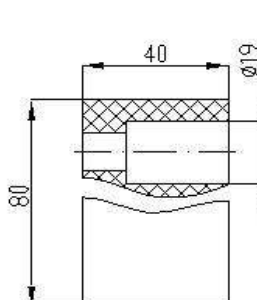

Рис.4 Габаритные размеры исп. 100, 102, 104, 105, 200, 202, 204, 205, 250, 251
4.4. К несущей поверхности блока извещателя крепятся шурупами (болтами), пропущенными через отверстия в основании. Извещатели могут крепиться к вертикальным или горизонтальным рабочим поверхностям в соответствии с потребностями заказчика, но в положении встречного направления стрелы. Габаритные и присоединительные размеры извещателей ИО 102-26 приведены на рис. 3 и рис. 4.